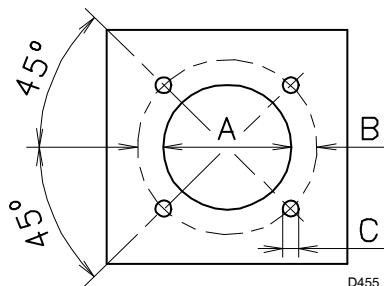

Fig. 6
5.3 Piastra caldaia (Fig. 6)
Forare la piastra di chiusura della camera di combustione come in (Fig. 6). La posizione dei fori filettati può essere tracciata utilizzando lo schermo termico a corredo del bruciatore.